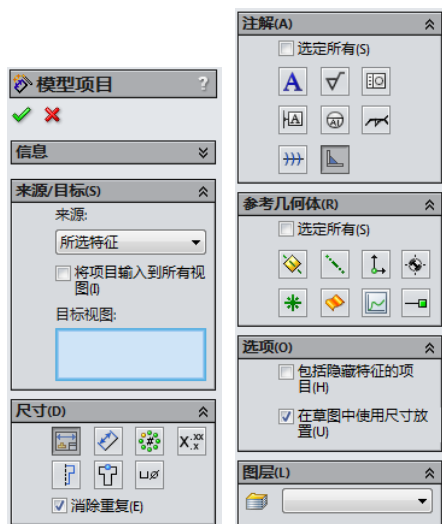
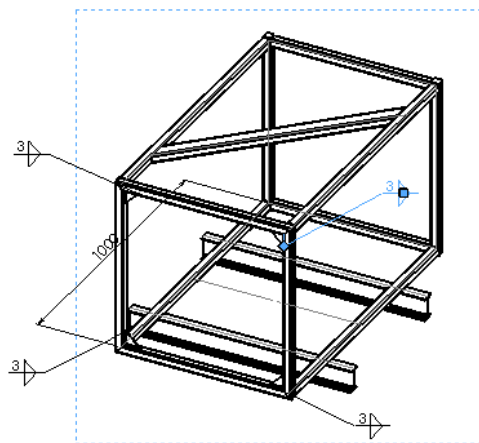

图 14-10 “模型项目”属性管理器
图 14-11 生成的焊接注解
(4) 添加焊接符号。单击“注解”工具栏中的“模型项目”按钮，弹出的“模型项目”属性管理器，在对话框中的“来源/目标”栏中选择“整个模型”，在“尺寸”栏中单击“为工程标注”按钮，在“注解”栏中单击“焊接”按钮，其他设置默认，如图 14-10 所示，单击“确定”按钮，拖动焊接注解将之定位，如图 14-11 所示。